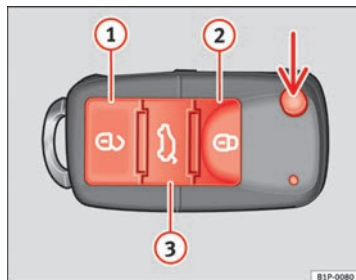

Fig. 62 Affectation des touches de la clé à radiocommande
La touche  $\Rightarrow$ fig. 62 (flèche) de la radiocommande permet de débloquent le panneton de la clé.
Déverrouillage du véhicule  $\Rightarrow$ fig. 62 ①.
Verrouillage du véhicule  $\Rightarrow$ fig. 62 ②.
Déverrouillage du hayon arrière. Appuyez sur la touche  $\Rightarrow$ fig. 62 ③ jusqu'à ce que tous les clignotants du véhicule s'allument brièvement. Après avoir appuyé sur le bouton de déverrouillage  ③, vous disposez de 2 minutes pour ouvrir le hayon. Une fois ce temps écoulé, il se verrouillera de nouveau.
D'autre part, le témoin de la pile de la clé $\Rightarrow$ fig. 62, clignotera.
En appuyant une fois sur la touche  $\Rightarrow$ fig. 62 ①, seule la porte du conducteur s'ouvrira, et les autres portes resteront fermées.
Appuyez deux fois sur la touche  ⇒ fig. 62  pour déverrouiller toutes les portes.
- Appuyez sur la touche  ⇒ fig. 62 de la radiocommande.